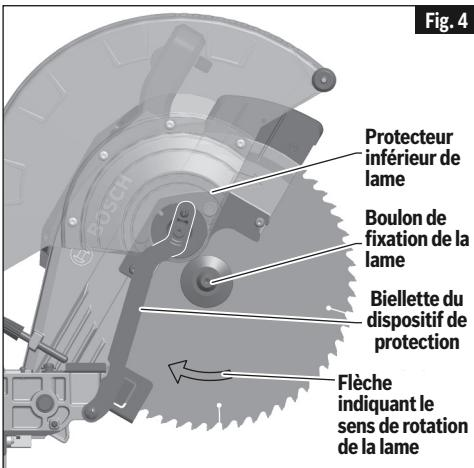

Fig. 4
1. Positionnez la scie dans la position du haut (UP) et à un angle de biseau de 0°. Si elle est dans la position du bas (DOWN), appuyez légèrement sur l'ensemble de tête de la scie et retirez le goujon de verrouillage de l'ensemble de tête (article 43, page 74) ; puis laissez la tête de la scie remonter.
2. Faites tourner le dispositif de protection inférieur de la lame jusqu'à ce qu'il existe un accès dégagé au boulon de fixation de la lame (Fig. 4).
2. Manipulez la lame neuve avec précaution. Assurez-vous que la flèche indiquant le sens de rotation sur la lame correspond à la flèche indiquant le sens de rotation sur le dispositif de protection inférieur. Faites glisser la lame vers le haut et entre les côtés du déflecteur de copeaux et au-dessus de la tige de l'arbre. Déplacez la lame de façon que le trou de son arbre soit autour de l'anneau de soutien de la rondelle intérieure (voir Fig. 4 et 5).